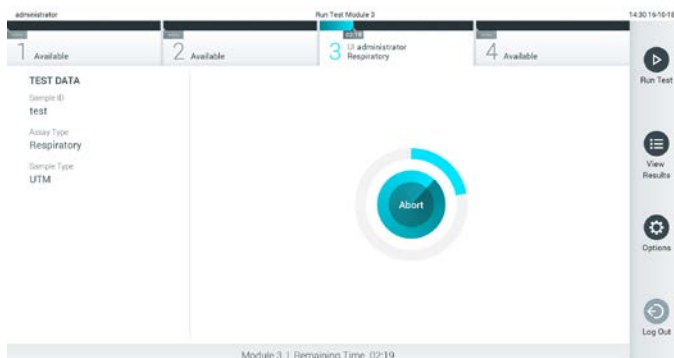

Abbildung 28: Testdurchführung und Anzeige der verbleibenden Laufzeit
9. Während der Test läuft, wird die restliche Zeit auf dem Touchscreen angezeigt (Abbildung 28).